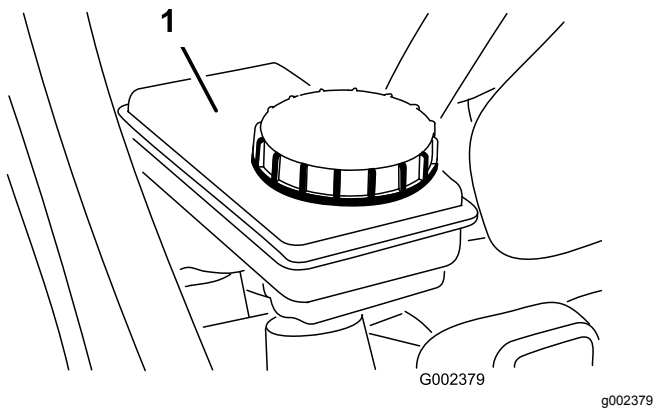

Figura 73
5. Controllate il livello del fluido nel serbatoio del fluido dei freni (Figura 72 e Figura 73).
- A. Pulite la superficie attorno al tappo del serbatoio (Figura 73).
- B. Rimuovete il tappo del serbatoio (Figura 73).
- C. Aggiungete il fluido dei freni specificato fino a raggiungere la linea di pieno sul serbatoio (Figura 73).
- D. Montate il tappo (Figura 73).